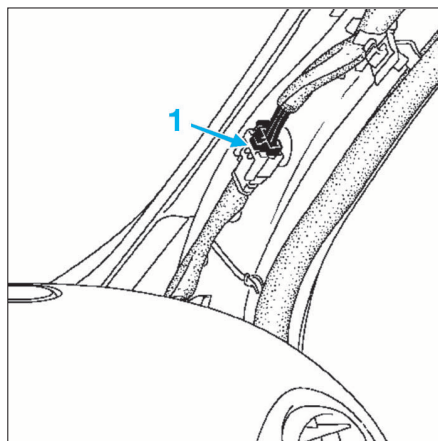

FIG. 109
- Débrancher le connecteur (1) d'alimentation et de commande du toit ouvrant (Fig.109).